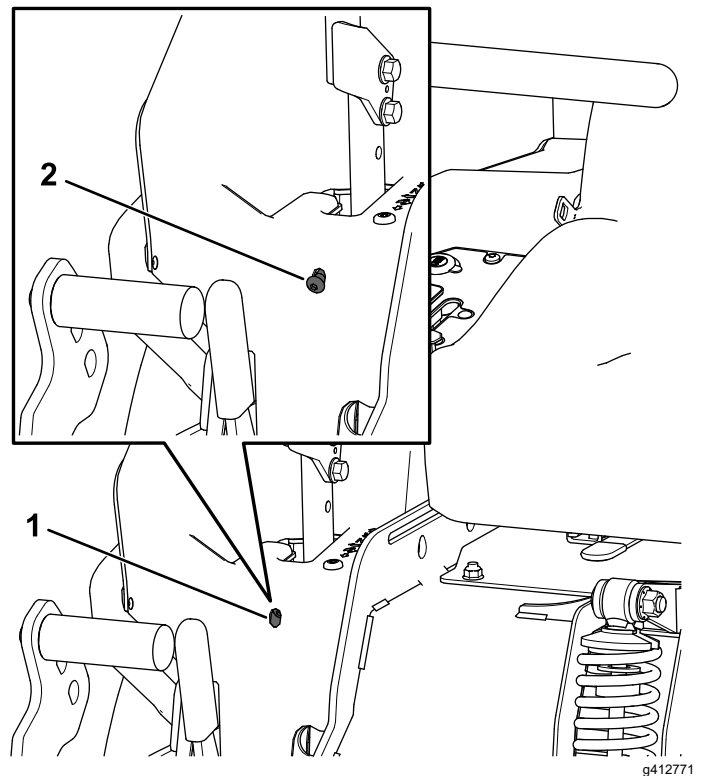

Figure 81
6. Si la machine se déporte à droite, insérez une clé hexagonale de 3/16 po dans le trou d'accès du panneau de protection avant gauche et tournez la vis de réglage de l'alignement dans le sens horaire ou antihoraire pour ajuster la course du levier (Figure 81).
7. Si la machine se déporte à gauche, insérez une clé hexagonale de 3/16 po dans le trou d'accès du panneau de protection avant droit et tournez la vis de réglage de l'alignement dans le sens horaire ou antihoraire pour ajuster la course du levier (Figure 81).